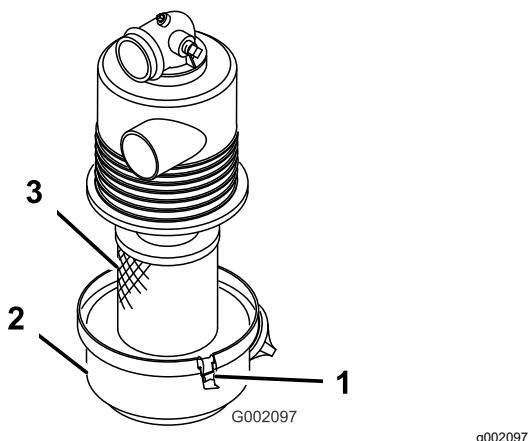

Figura 25
- Liberte os trincos que fixam a cobertura do filtro de ar à respetiva caixa e retire a cobertura (Figura 25).
- Deslize suavemente o elemento do filtro de ar (Figura 25) para fora da caixa.